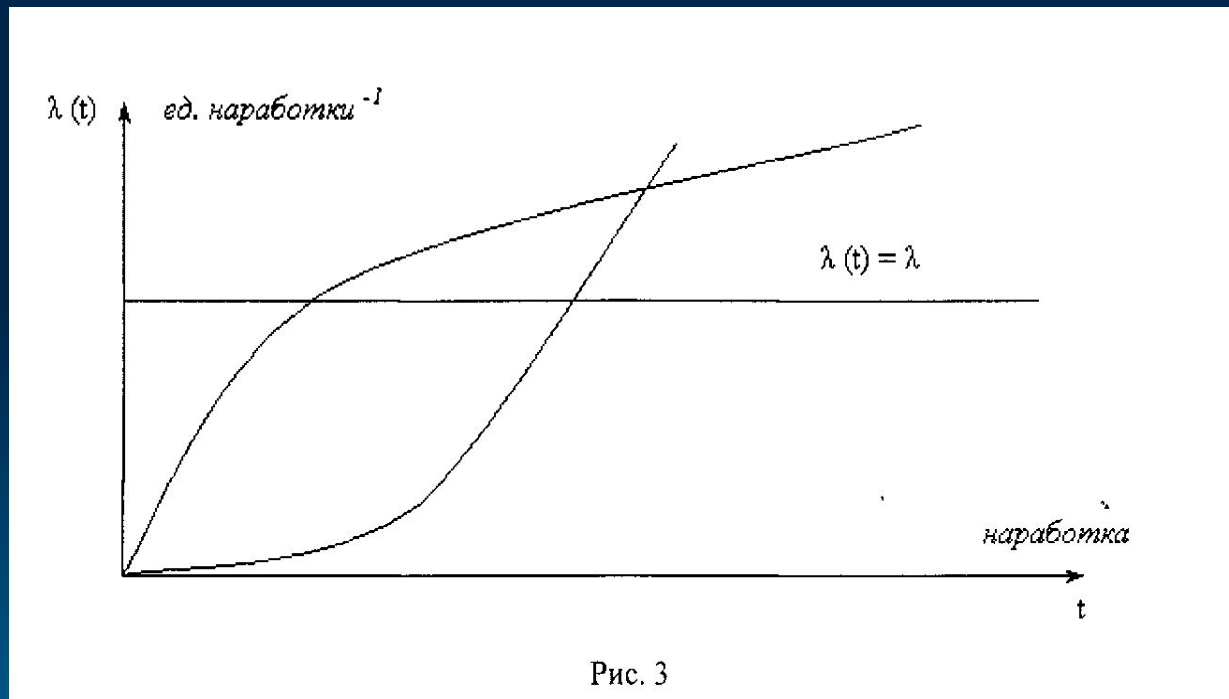

Рис. 3
- Возможные виды изменения ИО $\lambda(t)$ приведены на рис.3